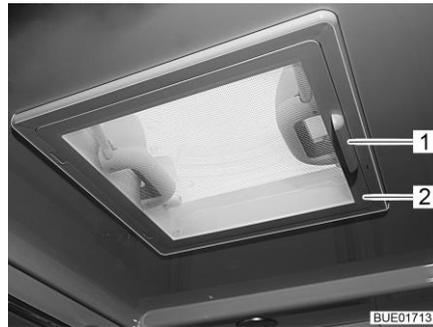

Fig. 123 Claraboya con cierre de resorte
- Girar hacia abajo la protección contra insectos (Fig. 123,2) por el tirador (Fig. 123,1).